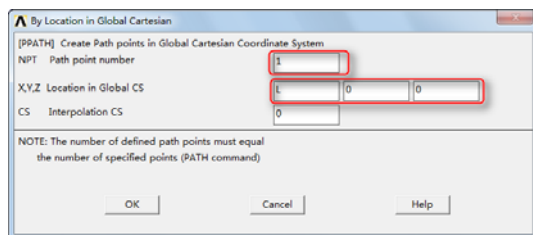

图 8-47 “By Location in Global Cartesian”对话框
⑦单击“OK”按钮, 会弹出“By Location in Global Cartesian”对话框, 如图 8-47 所示, 在“NPT Path point number”输入框中输入 1, 在“X, Y, Z Location in Global CS”输入框中依次输入 L、0、0, 单击“OK”按钮, 会再次弹出“By Location in Global Cartesian”对话框, 在“NPT Path point number”输入框中输入 2, 在“X, Y, Z Location in Global
⑱单击“OK”按钮, 会弹出“By Location in Global Cartesian”对话框, 如图 8-47 所示, 在“NPT Path point number”输入框中输入 1, 在“X, Y, Z Location in Global CS”输入框中依次输入 0、0、0, 单击“OK”按钮, 会再次弹出“By Location in Global Cartesian”对话框, 在“NPT Path point number”输入框中输入 2, 在“X, Y, Z Location